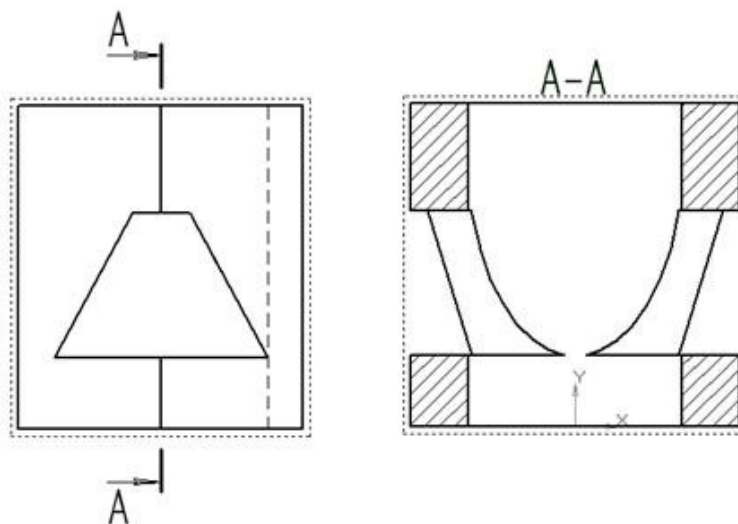

Рис.113 Построение профильного разреза
3. Для построения профильного разреза (рис.113) начертим линию разреза А-А на главном виде с помощью кнопки  Линия разреза.